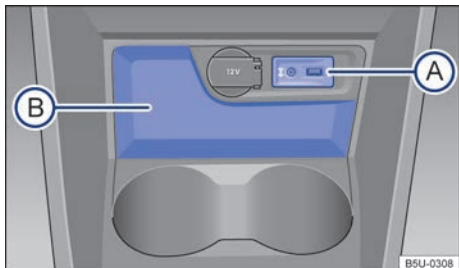

Fig. 84 En la consola central delantera: portaobjetos.
En la consola central delantera hay un portaobjetos abierto → fig. 84 (B).